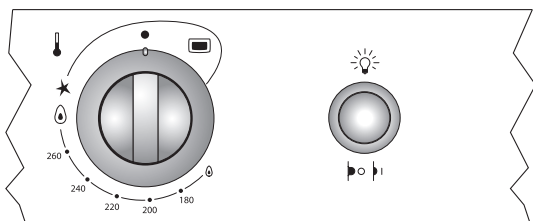

Fig. 3
2. En la posición CERRADO (0) (Fig. 3) oprima y gire, en sentido antihorario, la perilla del horno hasta la posición MAXIMO (MÁX).
efectivamente funcione. El mismo debe estar ubicado preferentemente del lado izquierdo de cada artefacto visto desde el frente (Figs. 3 y 4).